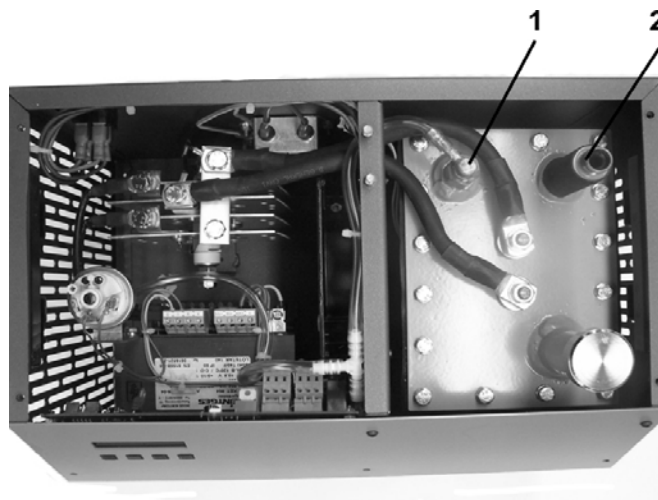

Abb. 3: Lötstar 141 Ansicht von oben ohne Gehäusedeckel
2. Entfernen der Kunststoffverschlussmutter am Gasausgang (Pos. 2, Abb. 3) und am Messausgang (Pos. 1, Abb. 3).
- Den mit in einer Plastiktüte geschützten Messschlauch am Messausgang (Pos. 1, Abb. 3) von Hand anschrauben. Durch leichtes Bewegen des in der Anschlussmutter befindlichen Winkelgasanschlusses sicherstellen, dass der Konus des Winkelanschlusses senkrecht in dem Stutzen des Reaktordeckels positioniert und nicht verkantet wird. Mit Hilfe des Schraubenschlüssels ist der Anschluss **fest** zu verschrauben. Dabei den Reaktor mit einer Hand am Einfüllstutzen festhalten. Ein leichtes Bewegen des Reaktors ist ohne Bedeutung, da dieser elastisch befestigt ist.